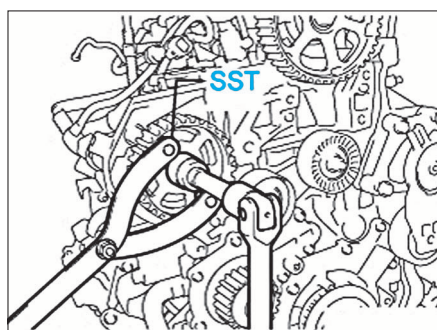

FIG. 43
- A l'aide de SST 09960-10010 (09962-01000) ou équivalent (Fig.43), déposer la vis de fixation (3).